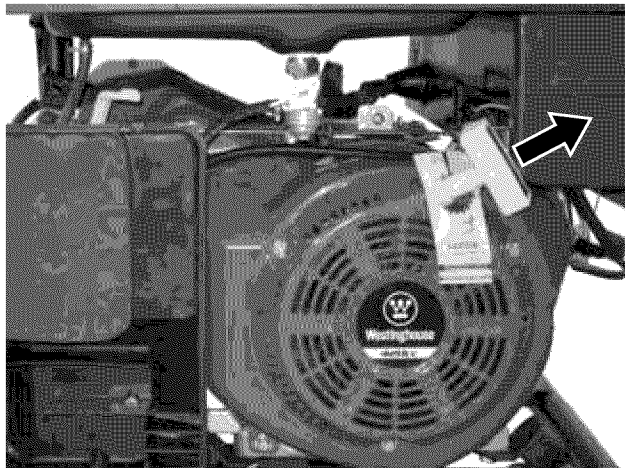

Figura 25
- Tome con firmeza y tire de la manija de retroceso lentamente hasta que sienta que aumenta la resistencia. En este punto, dé un tirón rápido mientras tira hacia arriba y alejándose ligeramente del generador (vea la Figura 25).